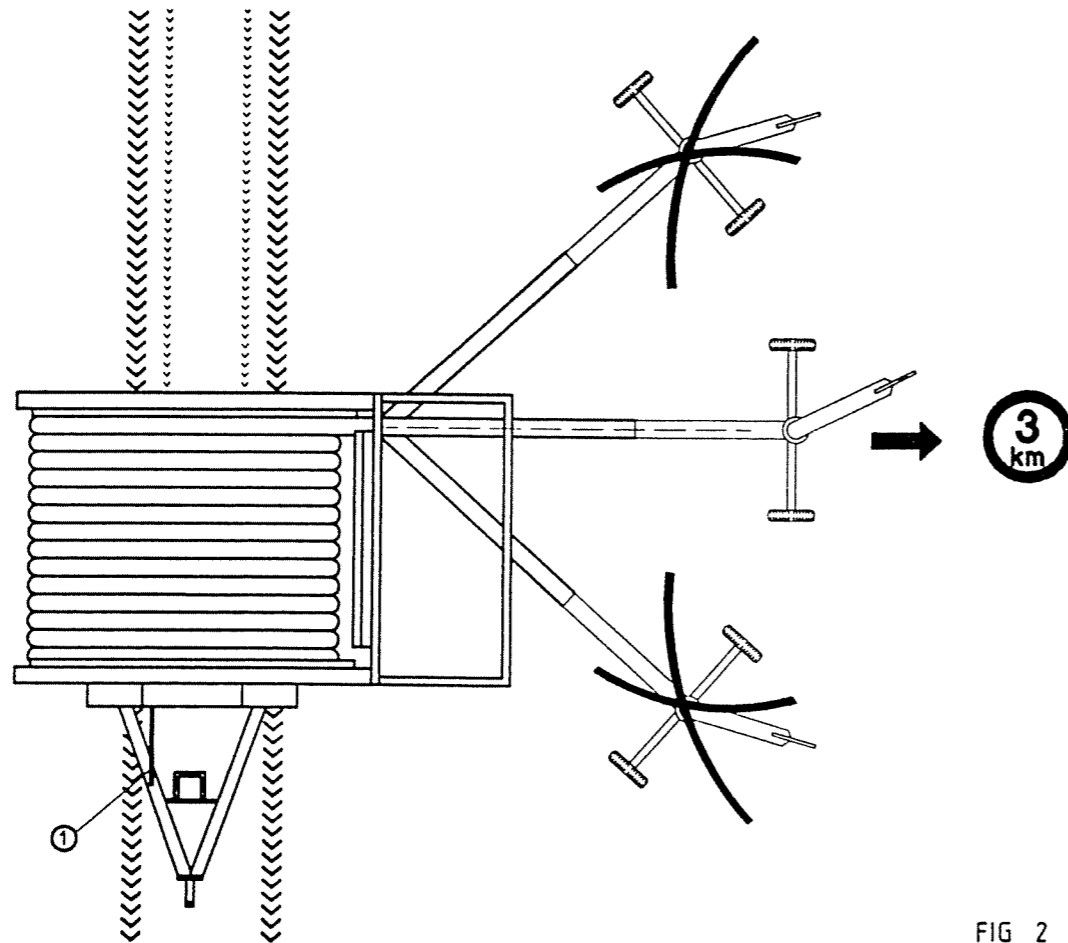

FIG 2
- * 1 Die Sperrklinke beim Zahnkranz wird gelockert (Fig 2, Pos. 1.)
- * 3 Die Sperrklinke wird verschlossen (Fig 2, Pos. 1.)